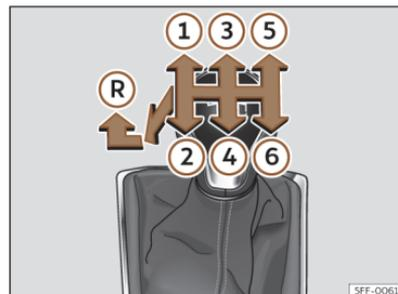

Abb. 114 Schaltschema eines 6-Gang-Schaltgetriebes.
Auf dem Schalthebel sind die Positionen der einzelnen Fahrgänge dargestellt >>> (**Abb. 114**).
- Schalthebel in die Neutralstellung bringen und nach unten drücken. Schalthebel ganz nach links und dann nach vorn in die Rückwärtsgangposition schieben >>> (Abb. 114) (R).